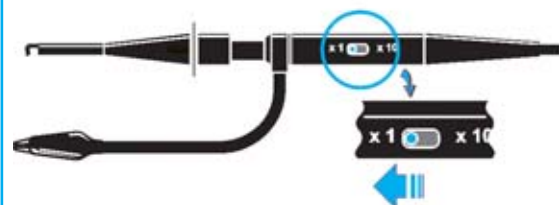

Fig.24 El conmutador de multiplicación situado en la sonda de medida del osciloscopio ha de estar en la posición x1.
- Conmutador de **multiplicación** de la sonda en **x1** (ver Fig.24).
- A = Entrada del canal CH1 INPUT X (conectar la sonda, ver Fig.24).